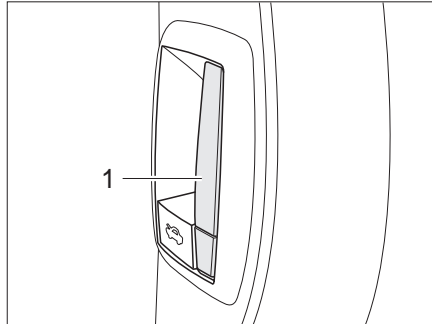

Bild 29 Låsspak motorhuv insida
- Drag i spaken (Bild 29,1) på instrumentbrädan på fordonets vänstra sida. Motorhuv öppnar sig till låshakens stoppläge.